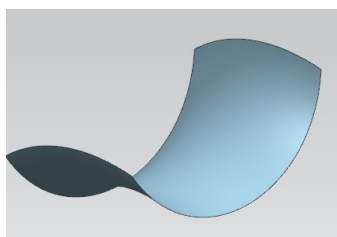
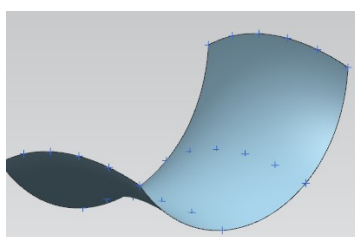
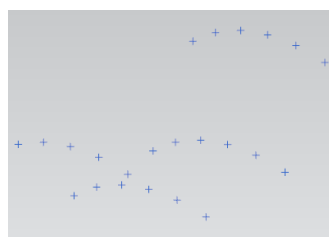

Рис.1
рис.2
рис.3
- Сначала построим *экспресс – поверхность* (рис.1), разместим на этой поверхности регулярный *Набор точек* (рис.2), а потом выключим видимость исходной *экспресс – поверхности* (рис.3). В итоге останется только *набор точек* (рис.3). И вот по этим точкам мы построим новую поверхность.